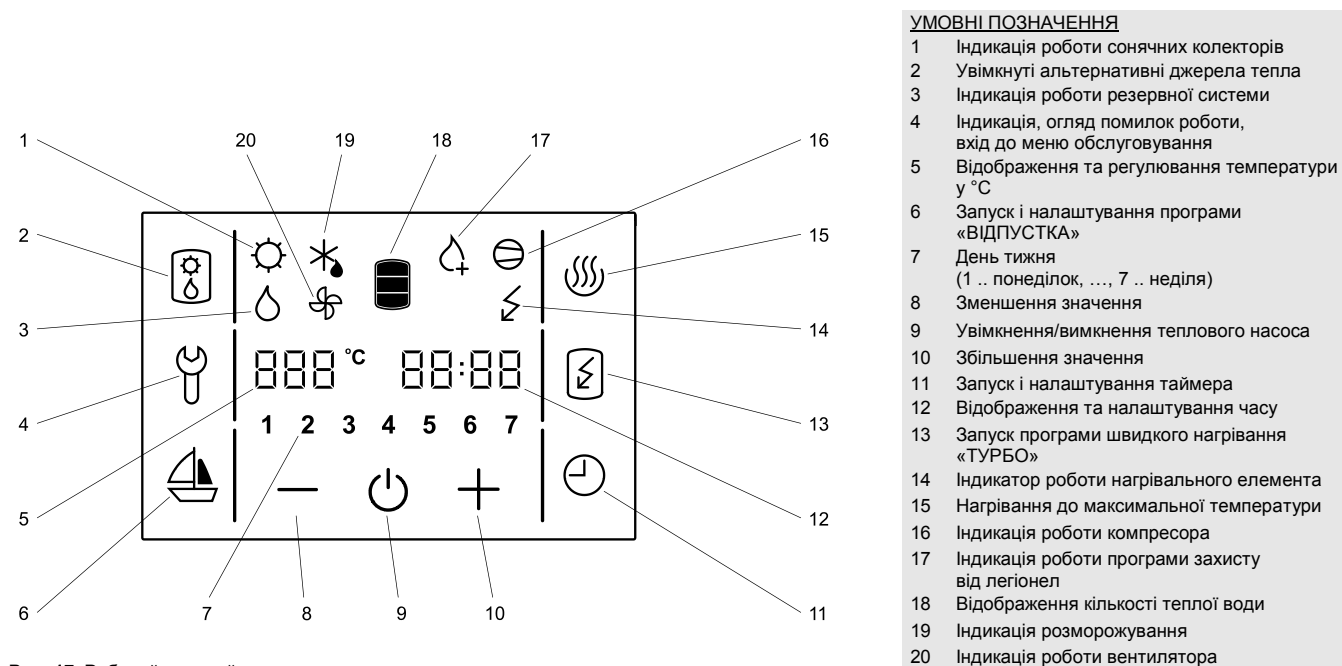

Рис. 17. Робочий дисплей
Тепловий насос може експлуатуватися з використанням сенсорного РК-дисплея (рис. 17). Екран дисплея засвітиться після натискання на будь-яку його ділянку. Після ввімкнення екрана вмикаються екранні кнопки.
- За допомогою натискання кнопки 4 можна активувати режим технічного обслуговування (рис. 17).